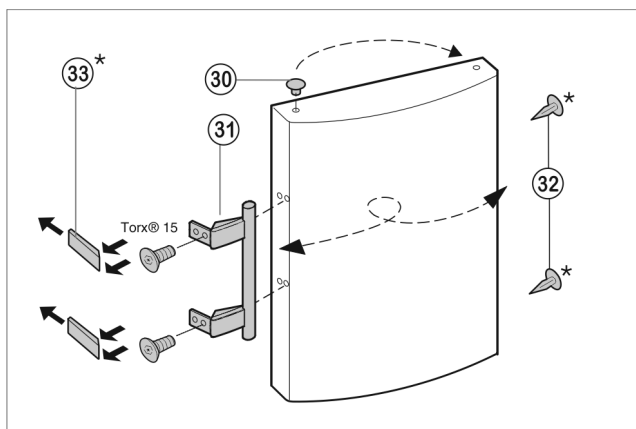

Fig. 9
- ▶ Enlever le bouchon Fig. 9 (30) du coussinet de la porte et le mettre de l'autre côté.
- ▶ Démonter la poignée de porte Fig. 9 (31), le bouchon Fig. 9 (30) et les plaques d'appui Fig. 9 (33) puis les repositionner sur le côté opposé